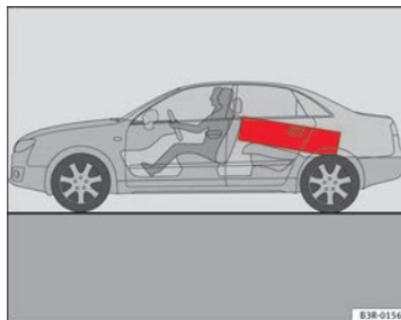

Fig. 114 Los objetos pesados deberían transportarse lo más adelante posible.
- Los objetos pesados deberían transportarse lo más adelante posible ⇒ fig. 114. ▶